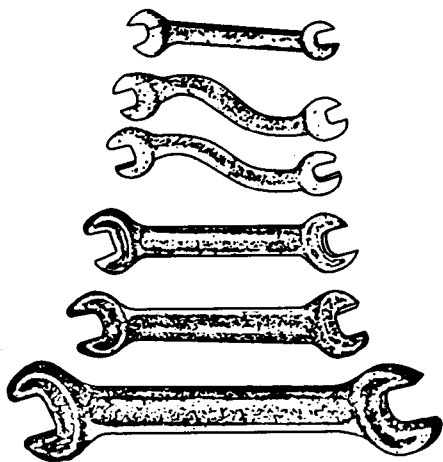

图1-1 呆扳手
(1) 用途 如图1-1所示，呆扳手可用来拆装一般的螺栓。螺栓有双头和单头两种，为了在受限制的位置中便于工作，扳手的开口和它的本体常具有一定的角度（通常为 15° 或 90° ）。